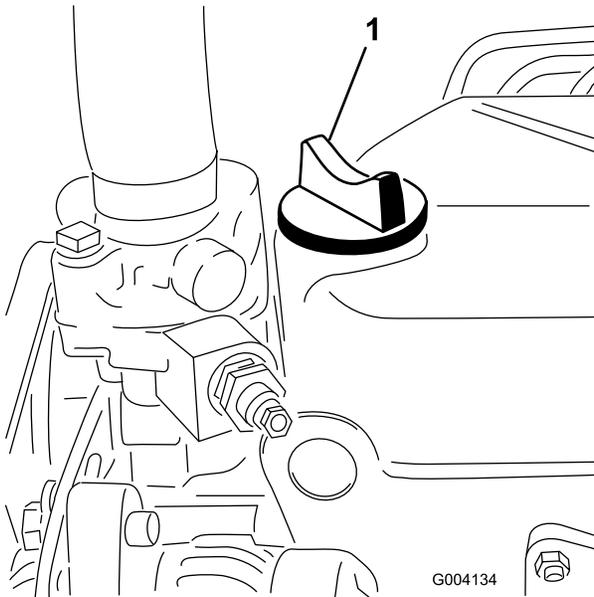

Figura 29
- Se l'olio non raggiunge la tacca "Full" (pieno), togliete il tappo di riempimento (Figura 29) e aggiungete olio finché il livello non raggiunge la tacca.